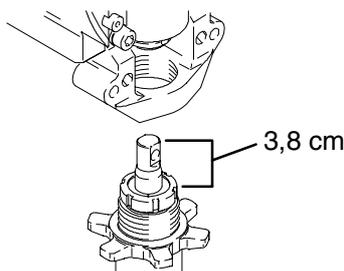

Fig. 14
1. Fig. 14. Sortir la tige de piston de 3,8 cm. Visser la pompe jusqu'à ce que les trous de la tige transversale et de la tige de piston soient l'un en face de l'autre.